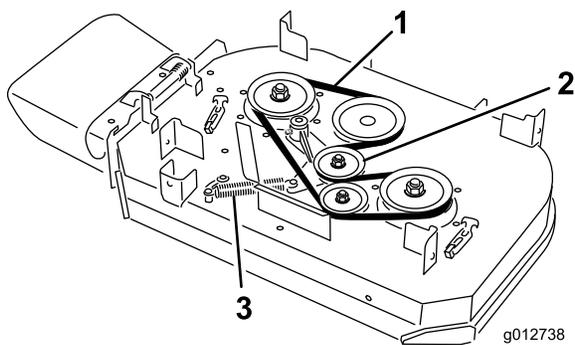

Figure 64
4. Décrochez le ressort du tenon d'ancrage sur le bras de la poulie de tension (Figure 64).
5. Enlevez la courroie usée du plateau de coupe (Figure 64).
6. Montez la courroie neuve sur la poulie d'embrayage, les poulies du plateau de coupe et la poulie de tension (Figure 64).
7. Accrochez le ressort au tenon d'ancrage sur le bras de la poulie de tension (Figure 64).
6. Montez la nouvelle courroie autour des poulies du plateau de coupe et de la poulie de tension (Figure 64).
5. Décrochez le ressort du tenon d'ancrage sur le bras de la poulie de tension (Figure 64).
6. Enlevez la courroie usée du plateau de coupe (Figure 64).
7. Montez la courroie neuve sur la poulie d'embrayage, les poulies du plateau de coupe et la poulie de tension (Figure 64).
8. Posez le ressort sur le tenon d'ancrage (Figure 64).